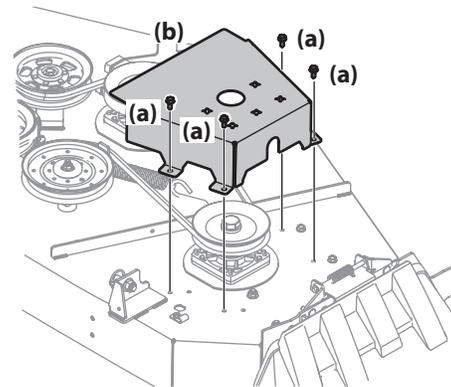

Figura 4-17
2. Retire los tornillos de cabeza hexagonal con arandela (a) que sujetan las cubiertas de las correas (b) a la plataforma. Vea la Figura 4-17.
5. Instale la nueva correa alrededor de las poleas del husillo tal como se muestra y reinstale las cubiertas de las correas (b). Vea la Figura 4-17.